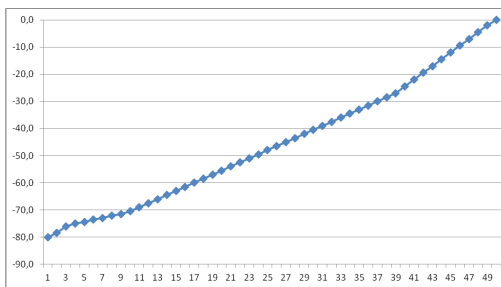

fig. 2
2. Courbe #2 - Cette courbe est adaptée aux diffuseurs à haute efficacité (fig. 2).